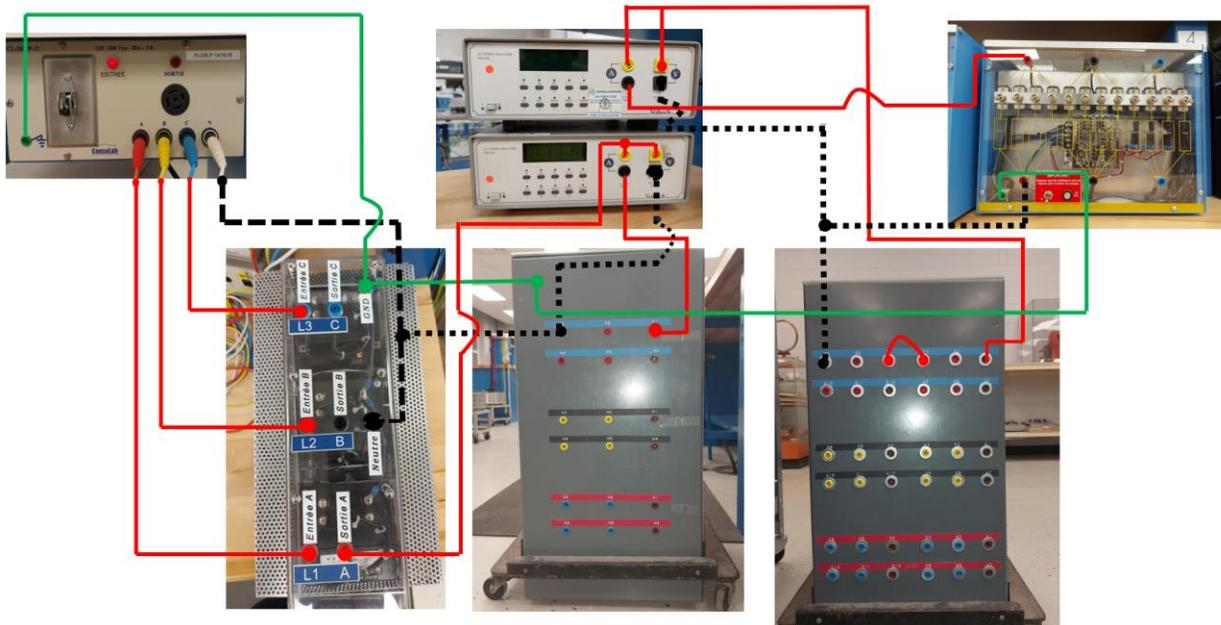

Figure 16. Schéma de montage pour l'expérience 2.
Le schéma de montage pour cette expérience est montré sur la **Figure 16**.
**DANGER :** Assurez-vous que le disjoncteur du panneau est toujours à la position « OFF » avant de réaliser le schéma de montage de la **Figure 16**.